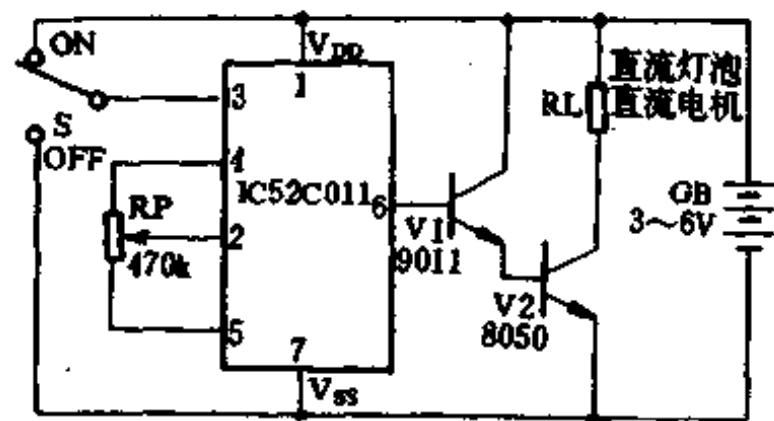

图2-23
1. 直流调速和调光控制:电路如图2-23所示。调节外接电位器RP即可对负载进行控制,如果是直流电机则速度可以从最低调到最高,如果是直流灯泡其亮度可以从最暗调到最亮。如果负载功率较大则需加大驱动电路的功率和提高电源电压来解决。